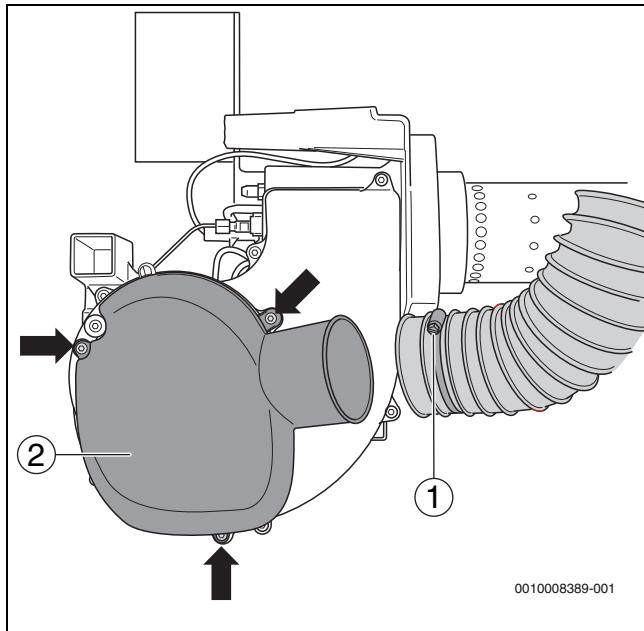
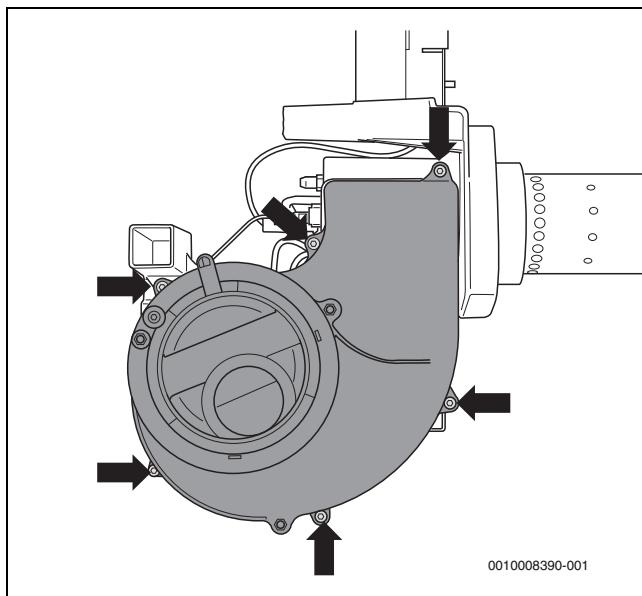

Bild 30 Ansaugschalldämpfer demontieren
Bild 31 Gebläseradabdeckung demontieren
- Spezialschlauchschelle (→Bild 30, [1]) der Verbrennungsluftzufuhr für raumluftunabhängigen Betrieb lösen.
- Befestigungsschrauben (→Bild 30, [Pfeile]) lösen und den Ansaugschalldämpfer (→Bild 30, [2]) abnehmen.
- Sechs Befestigungsschrauben (→ Bild 31, [Pfeile]) lösen und die Gebläseradabdeckung abnehmen.
- Gebläseradabdeckung (→ Bild 31, Seite 23) und Ansaugschall-dämpfer (→ Bild 30, Seite 22) wieder montieren.
- Spezialschlauchschelle (→ Bild 30, [1], Seite 22) lösen und Ansaug-schlauch abziehen (nur bei 18-49 kW).